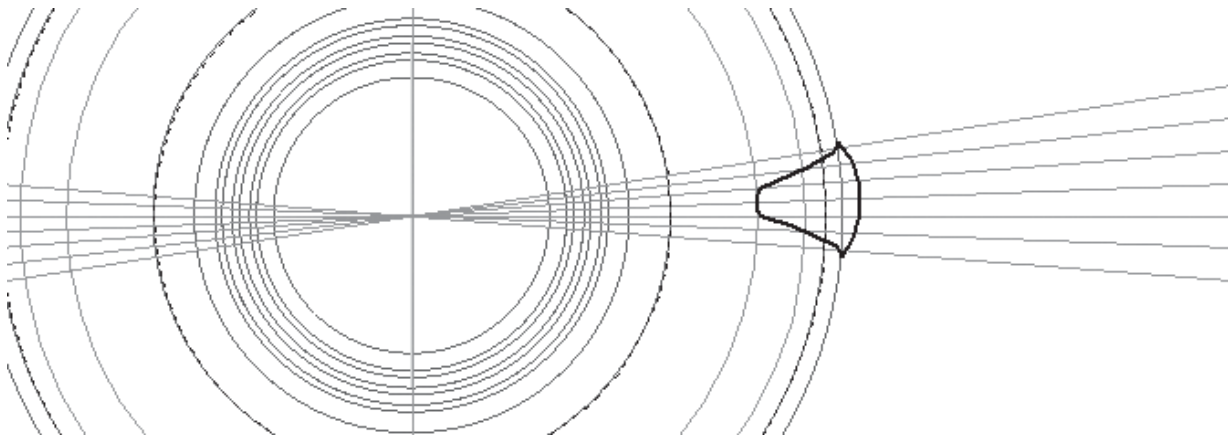

Рисунок 3.4 – Ескіз вирізу між зубами шестерні
4) сформууйте зображення ескіза, як показано на рис. 3.4. Замість евольвенти можна будувати дуги по трьох точках. Створіть також невеликі заокруглення на ніжці і головці зубів. Верхню дугу трохи вигніть вгору, щоб вона пройшла вище за коло вершин зубів - при такому її розміщенні ви можете бути упевнені в тому, що потрібний об'єм матеріалу буде вирізаний повністю.